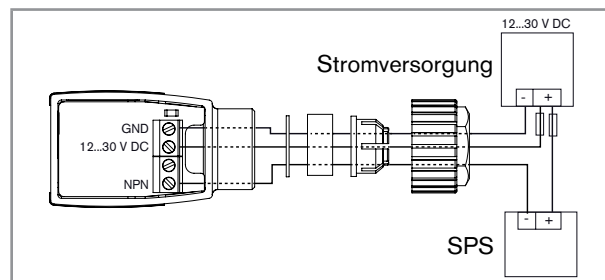
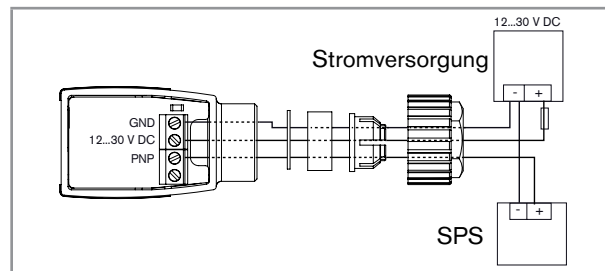

Bild 3: Gerät mit Kabelverschraubung – NPN-Anschluss des Transistorausgangs
Bild 4: Gerät mit Kabelverschraubung – PNP-Anschluss des Transistorausgangs
- Den Transistorausgang anschließen. Der Transistorausgang kann auf folgende Arten angeschlossen werden: NPN oder PNP. Siehe Bild 3 oder Bild 4.